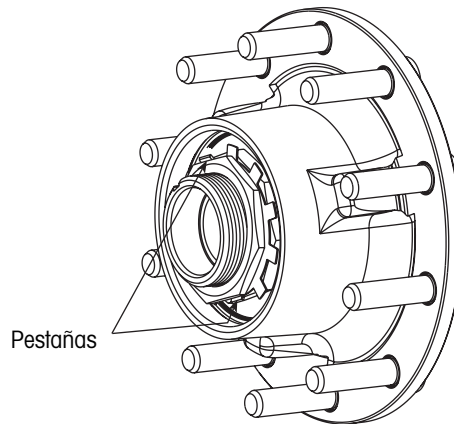

Figura 80. Doblando pestañas opuestas de la arandela de seguridad sobre la tuerca externa
12. Doble dos pestañas de la tuerca externa (figura 80).